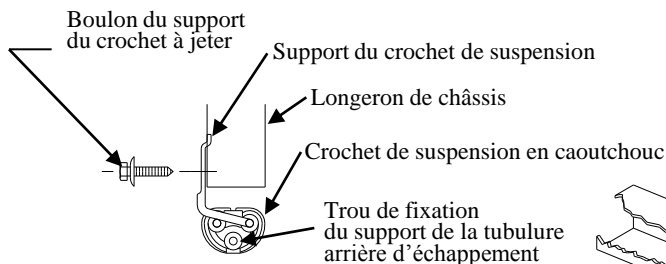

FIGURE 2
- Remarque : Sur les modèles Lincoln Town Car 2003 et ultérieurs, il sera nécessaire de repositionner le support de tuyau d'échappement côté passager de la manière suivante : Déboulonner le support du crochet de suspension du cadre de châssis. Retirer le crochet de suspension de son support et du support de tubulure arrière d'échappement. Voir la figure 2. Faire pivoter le crochet de suspension en caoutchouc et remettre son support en place, comme illustré à la figure 3. NE PAS refixer le crochet au support de tubulure arrière d'échappement pour le moment. Se débarrasser du boulon du support de tuyau d'échappement existant.